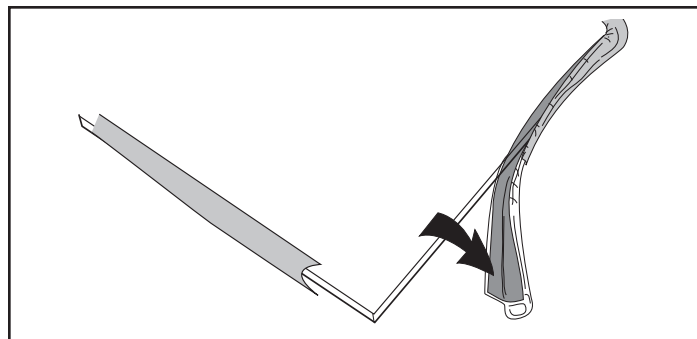

Figure 5.3 – Enrouler le matériel du joint autour du bord extérieur de la vitre.
3. En commençant du côté long, détachez la bande protectrice du joint sur une longueur de 152 mm (6 po), puis appliquez la face adhésive plate du joint autour du bord faisant face au côté extérieur de la vitre. Continuez à coller le joint à la périphérie de la vitre par section de 152 mm (6 po) et en prenant soin de ne pas étirer le matériel d'étanchéité. Ne superposez pas les extrémités du joint (figure 5.3).